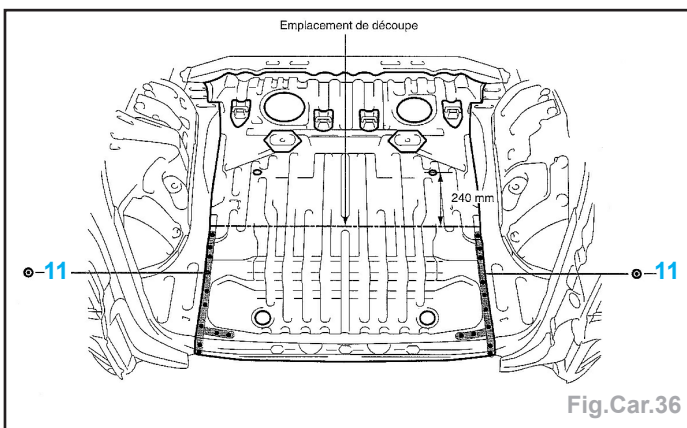

Fig.Car.36
- Tracer suivant la figure, puis découper à l'aide d'une meule assiette ou d'une scie alternative (Fig.Car.36).